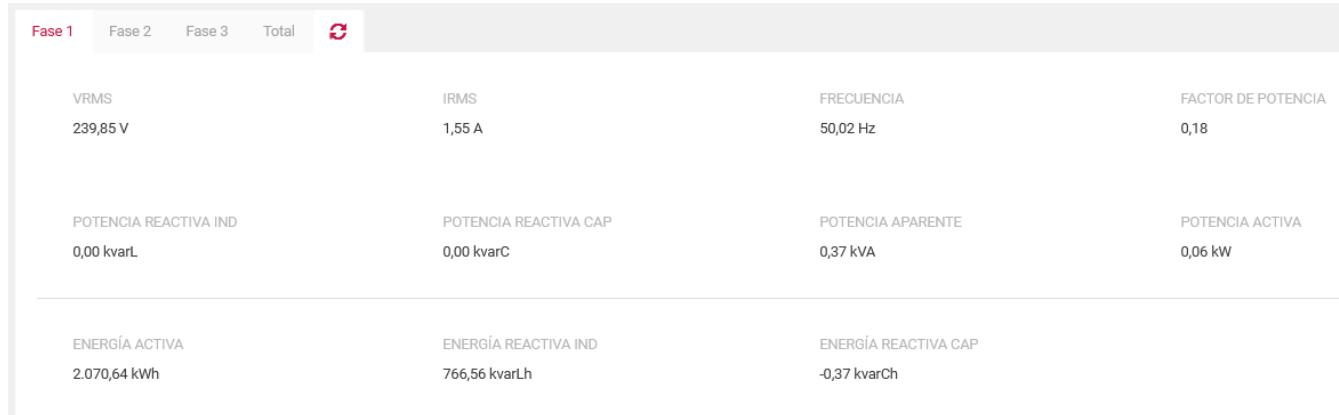

Figura 22: Área de medidas.
- ✓ En el área de la **Figura 22** se muestran las últimas medidas enviadas por el equipo.